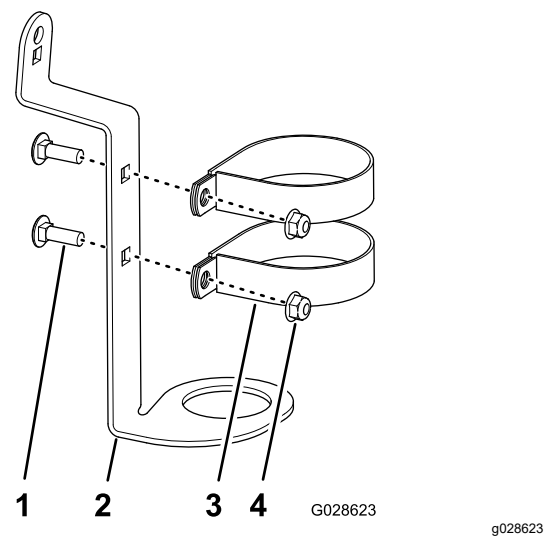

Figure 4
1. Fixez les 2 colliers au support du pistolet pulvérisateur (Figure 4) à l'aide de 2 boulons de carrosserie (5/16 x 1 po) et de 2 contre-écrous à embase (5/16 po).